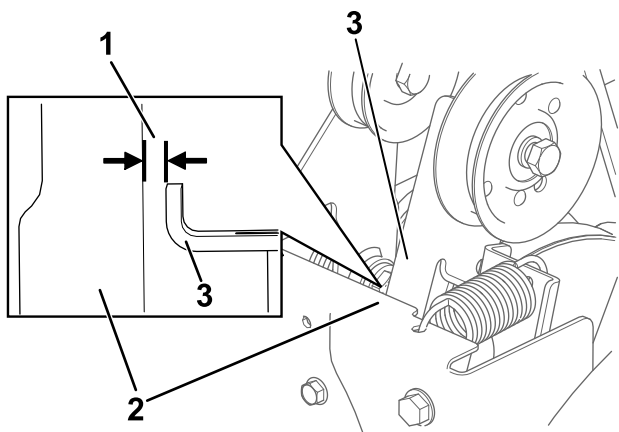

Рисунок 36
3. При отпущенном рычаге шнека/крыльчатки убедитесь, что зазор между рычагом муфты шнека и рамой машины составляет 1,5 мм как показано на (**Рисунок 36**).